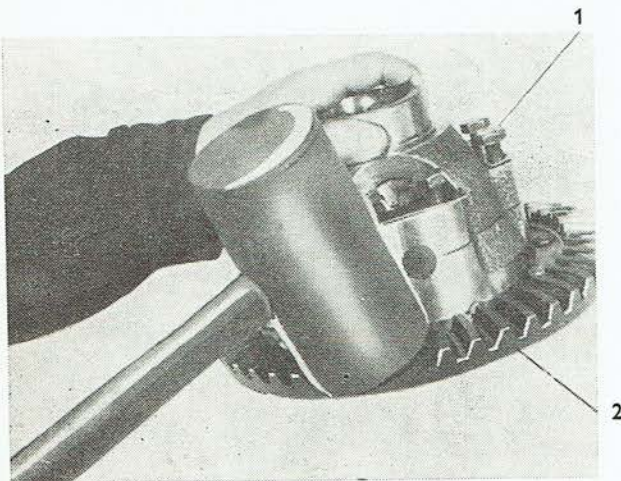

Abb. 104
2. Acht Schrauben M 10×40 (Abb. 104/1) sind zu entsichern und aus dem Ausgleichgetriebekörper auszuschrauben.
3. Der Umfang des Tellerrades (Abb. 104/2) ist mit einem Schlägel aus weichem Material (Bronze, Aluminium, Gummi) zu beklopfen und beide Teile des Ausgleichgetriebekörpers sind auseinanderzubauen.